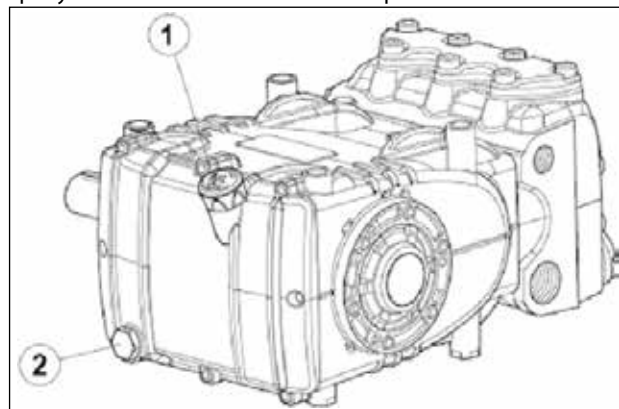

Рис. 3
Маслоизмерительный щуп поз. ①, Рис. 3.
Для того чтобы правильно измерить уровень масла, насос должен остыть до температуры окружающей среды. Смену масла нужно выполнять при рабочей температуре насоса, вынув маслоизмерительный щуп поз. ①, а затем - пробку поз. ②, Рис. 3.